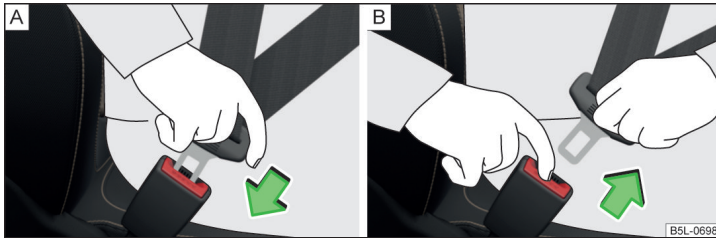

Fig. 5 Fixarea sau desfacerea centurii de siguranță
- Introduceți clema de fixare în catarama aferentă a centurii de siguranță » fig. 5 - A până când se fixează cu un declic.
- Apăsați tasta de culoare roșie de pe catarama centurii » fig. 5 - B, lamela de fixare sare afară.